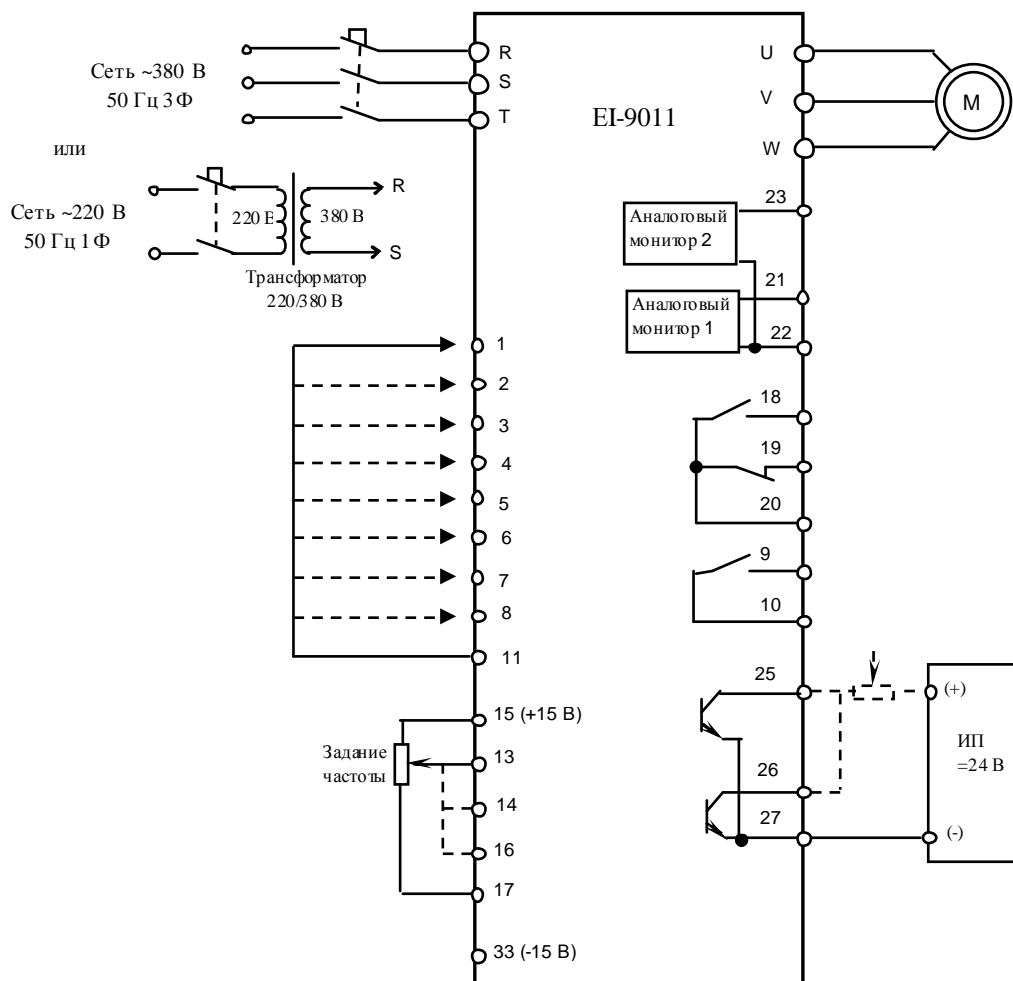

Рис. 4.14. Диагностика цепей у управления преобразователя EI-9011.
4.11.1. Подключить электродвигатель к выходным клеммам U, V, W (рис.4.14).
4.12.18. Отсоединить потенциометр от клемм 15, 16, 17 и присоединить его к клемме 25 и к источнику питания ≈ 24 В, как показано на рис. 4.14. Включить источник питания. При помощи мультиметра в режиме измерения постоянного напряжения $V=$ измерить напряжение между клеммами 25 и 27 – должно быть 24 ± 2 В.